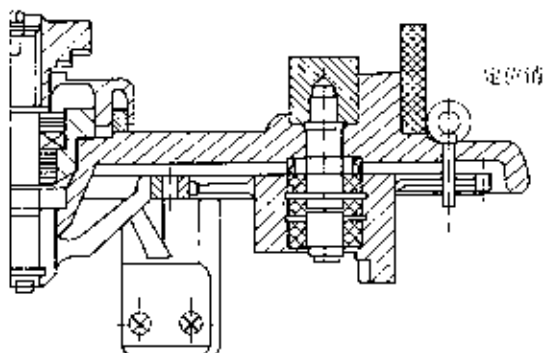

图 11 拆下切换开关上的定位销
2. 把切换开关油室吊起, 拆下切换开关上的定位销 (图 11);